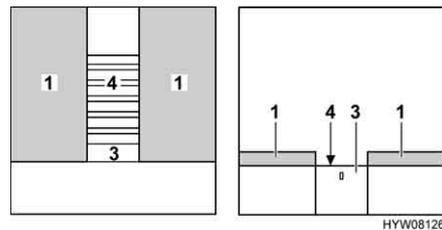

Fig. 135 Pendant la transformation
- Quand l'extension (Fig. 135,3) possède un verrouillage : Passer la main derrière le cache et la déverrouiller.
- Sortir entièrement le sommier à lattes (Fig. 135,4) ou la rallonge avec extension.